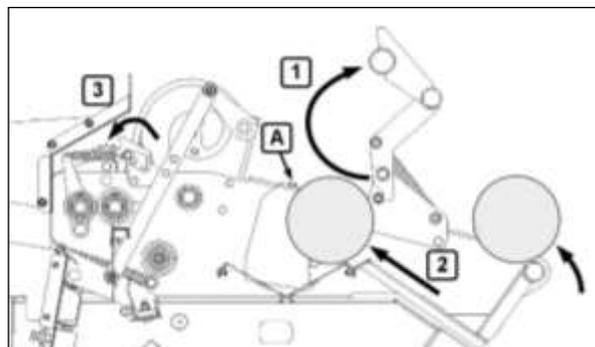

Fig. 28 - Operations de chargement filet
L'opération de chargement de la bobine sur le liage peut être fait sans l'utilise de la petite échelle posant la bobine dans le recevoir prévu pour la bobine de réserve et après en la poussant dans le réservoir d'utilise (Fig. 28).
- 2) Porter la bobine de filet à l'intérieur du réservoir, si la bobine résulte trop large ou trop étroite registre les cloisons latérales du réservoir (Fig. 28, A) ;